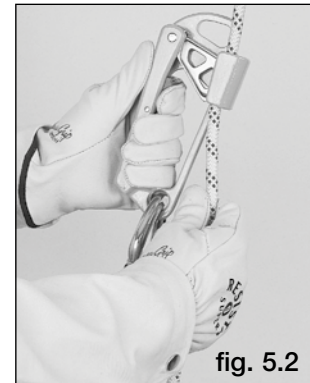

fig. 5.2
4. Lassen Sie zuerst den Blockierhebel und dann den Sicherungsbolzen zurückschnappen (Abb. 5.2).